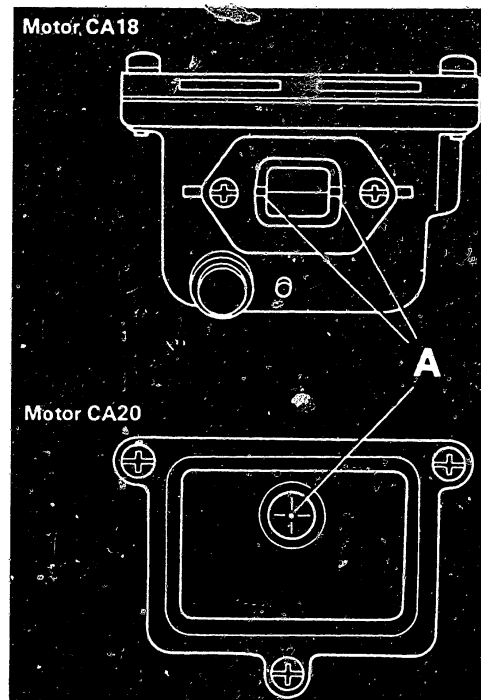

Bild 15 Das Schwimmer-Niveau muss auf der Höhe der Markierungen (A) stehen.
a) Der **Schwimmerstand** lässt sich am Schauglas der Schwimmerkammer kontrollieren (Bild 15), wobei das Fahrzeug waagrecht stehen muss.